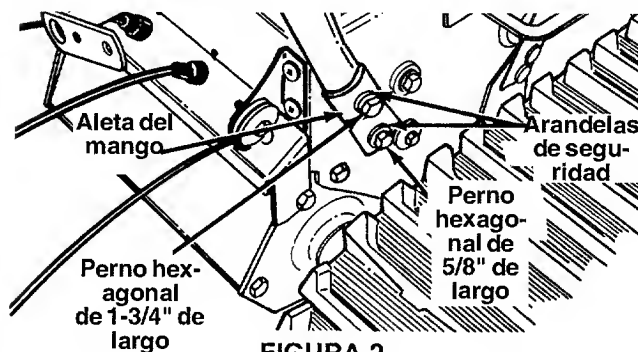

FIGURA 2
- Asegure los orificios del fondo del mango al expulsor de nieve usando pernos hexagonales de 5/8" de largo y arandelas de seguridad. Vea la figura 2. No ajuste en este momento.